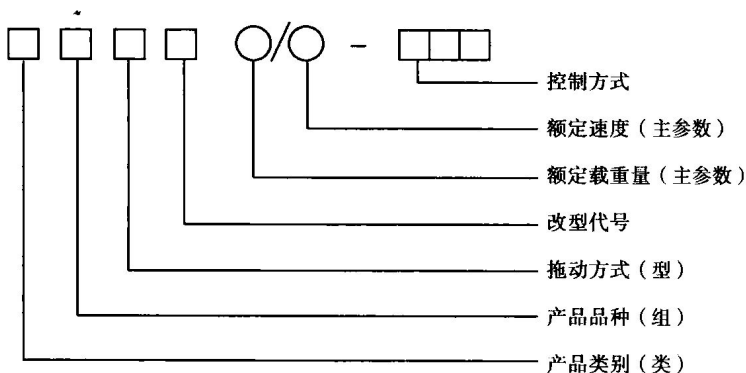

图 1.1 产品型号代号顺序
①电梯、液压梯产品的型号由其类、组、型,主参数和控制方式等三部分代号组成。第二、三部分之间用短线分开。产品型号代号顺序如图 1.1 所示。
②产品类别:电梯、液压梯,代号 T。
③产品品种:客梯(代号 K)、货梯(代号 H)、客货梯(代号